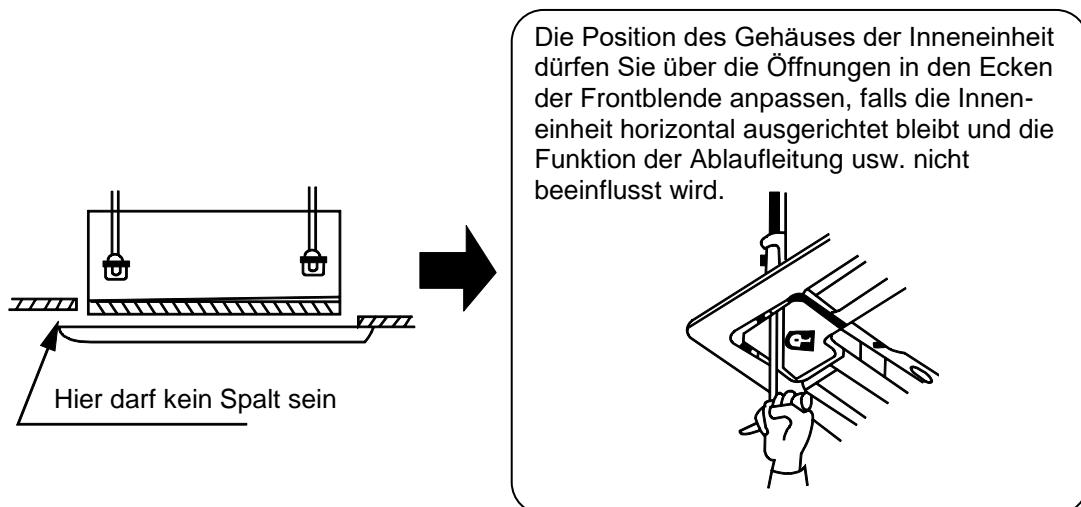

Abb. 32
- Bleibt auch nach dem Eindrehen der Schrauben ein Spalt zwischen der Deckenuntersicht und der Frontblende, ist die Höhe der Inneneinheit anzupassen (siehe Abb. 32).